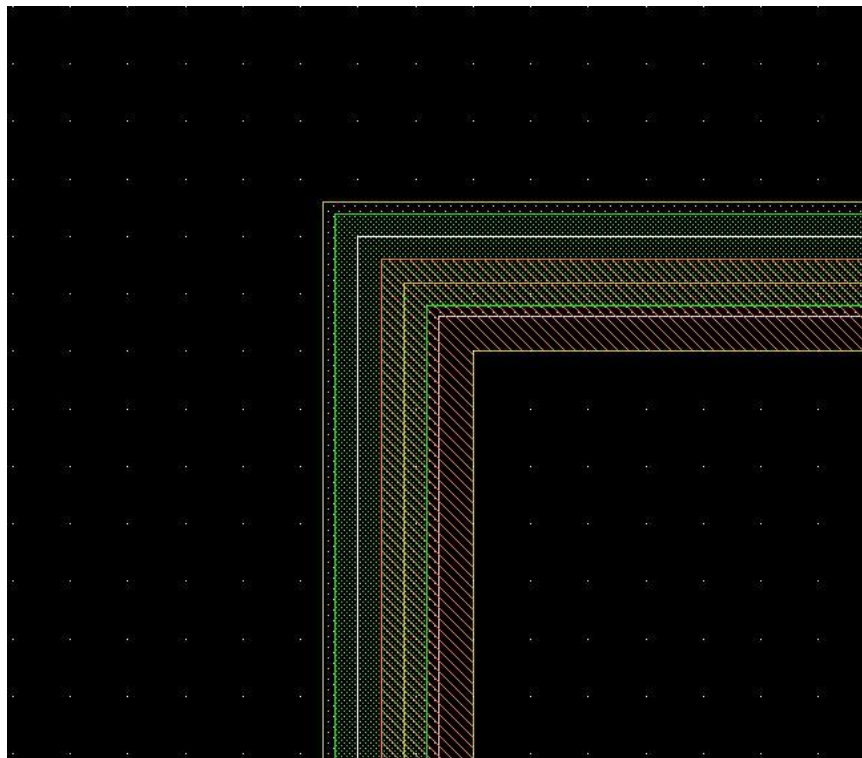

Рис. 1. Фрагмент топологии COB.
- 3) В результате будет создана кольцевая структура COB (рис. 1).